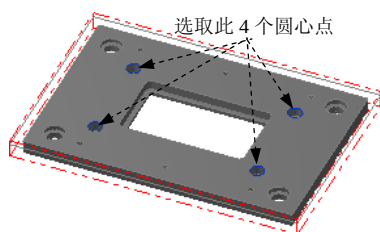

图 2.31 选取钻孔点
Step2. 设置加工区域。在“选取钻孔的点”对话框中单击  按钮，在图形区中选取图 2.31 所示的四个圆心点。单击  按钮，完成加工区域的设置，同时系统弹出“2D 刀具路径-螺旋铣孔”对话框。